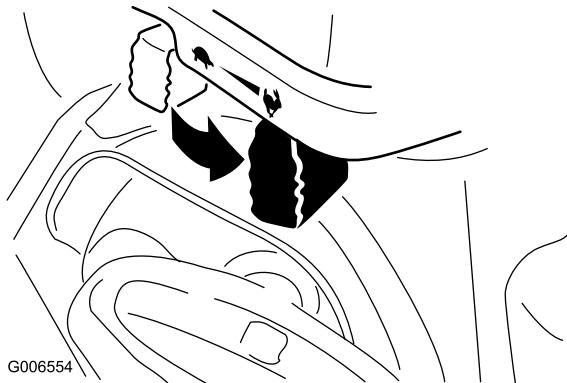

Figure 31
- Placez la manette d'accélérateur en position haut régime (Figure 31).